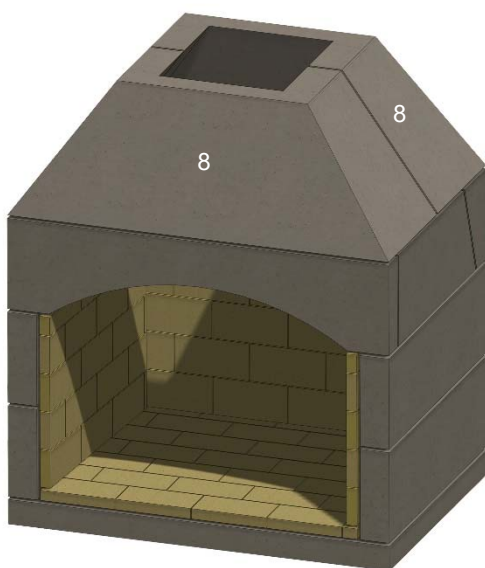

Figura 19. Piezas de la garganta
L. Instale las piezas cónicas de la garganta delantera y trasera. Véase la Figura 19.